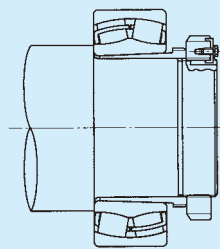
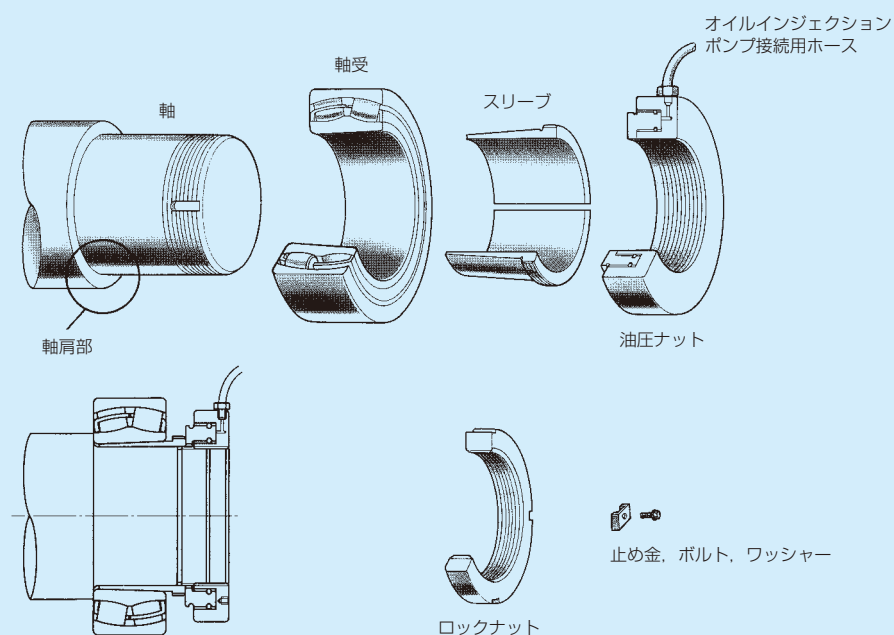

図6.17 組込み図
図6.18 油圧ナットによる方法
- b) 油圧ナットによる方法**（**図6.17**、**図6.18**）